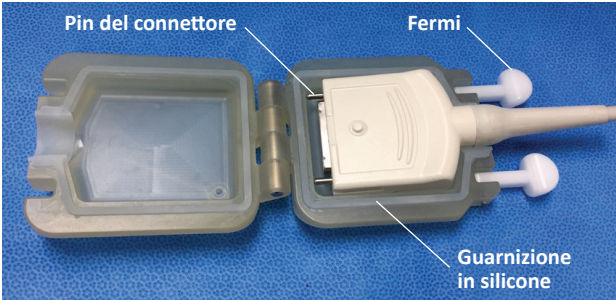

Figura 1-7. Coperchio di protezione del connettore della sonda IUUS Sonata chiuso a perfetta tenuta d'acqua sul connettore stesso
- Premere a fondo e agganciare bene i due fermi, Figura 1-7.**